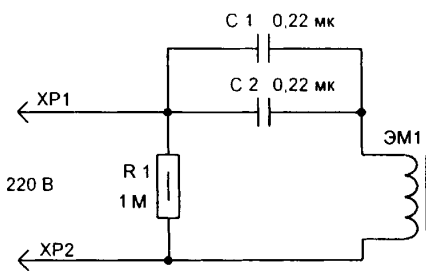

рис. 2
2. ...сгорела обмотка электромагнита вибрационно-мембранного компрессора для аквариума и нет провода 0,06 мм, то обмотку можно перемотать любым проводом 0,1-0,14 мм до заполнения каркаса, а затем последовательно с катушкой включить конденсатор **(рис.2)**. Емкость конденсатора подбирают под конкретную индуктивность таким образом, чтобы обеспечить достаточную величину колебаний ярма электромагнита относительно среднего положения (преобразуемую в код штока мембранного насоса), которая обеспечивает необходимое давление на вы-
Исходный текст управляющей программы микроконтроллера показан на рис. 2. Он написан на ассемблере MPASM из отладочной среды MPLAB [1]. Основная программа условно разделена на четыре блока. Первый блок содержит описания регистров, констант и переменных, команды инициализации портов, установки начальных значений регистров ОЗУ, установки маски прерываний, коэффициента пересчета предделителя таймера-счетчика. В качестве входного сигнала таймера-счетчика используется тактовая частота 32768 Гц. В этом же блоке производится загрузка или гашение светодиода секундно-го ритма, а также проверяется окончание текущей секунды путем сравнения контрольного бита (регистр kontribit, 5h) с битом таймера-счетчика Rtcc, 5h (последний автоматически меняется с периодом 2 с). Если текущая секунда еще длится, управление передается на начало блока вывода данных на индикаторы. В случае окончания текущей секунды производится коррекция (инверсия) контрольного бита. Затем программа проверяет необходимость изменения состояния вывода импульсов "бой". В случае отсутствия такой необходимости управление передается на начало блока счета времени. В нем производится приращение на единицу содержимого регистра хранения количества секунд текущего значения времени с переносом в случае необходимости в старшие регистры (единиц минут, десятков минут, единиц часов, десятков часов).